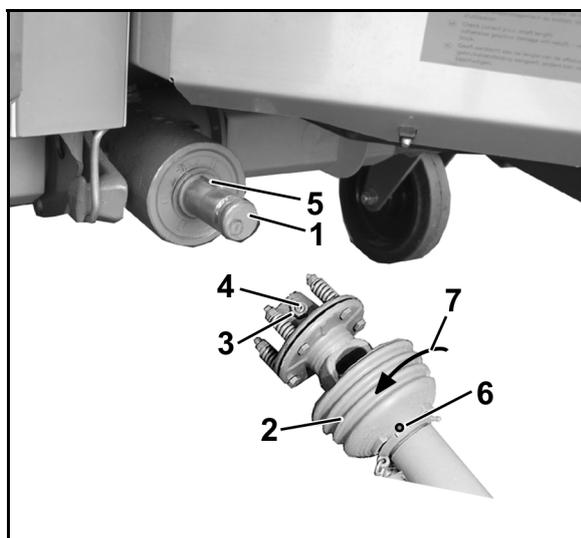

Fig. 37
2. Limpiar el árbol de entrada del engranaje (Fig. 37/1).
4. Desenroscar el tornillo de retención (Fig. 37/6).
5. Girar el embudo de protección (Fig. 37/2) hasta la posición de montaje (Fig. 37/7).
7. Soltar la contratuerca (Fig. 37/3) de la brida de conexión del embrague de disco (hasta que el vástago roscado no sobresalga más allá de la contratuerca), girar hacia fuera el vástago roscado de hexágono interior (Fig. 37/4) y comprobar si es posible introducir fácilmente la brida de conexión en el eje del engranaje.
Comprobar que el muelle de ajuste (Fig. 37/5) quede completamente cubierto.
9. Asegurar el árbol de transmisión para evitar un desplazamiento axial. Para ello, apretar el vástago roscado con una llave de hexágono interior y asegurar con la tuerca (Fig. 37/3) girada en sentido contrario.
2. Soltar la contratuerca (Fig. 37/3) de la brida de conexión del embrague de disco.
Desenroscar el vástago roscado (Fig. 37/4).